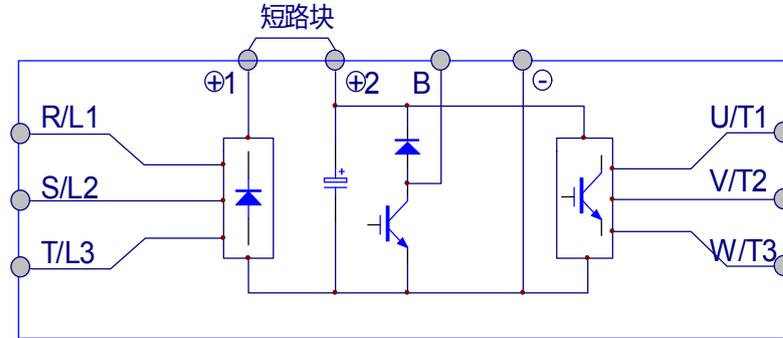

图 4-11 短路块的连接图
- 如不使用直流电抗器, 请不要取下短路块, 否则变频器不能正常工作。短路块的连接见图 4-11。